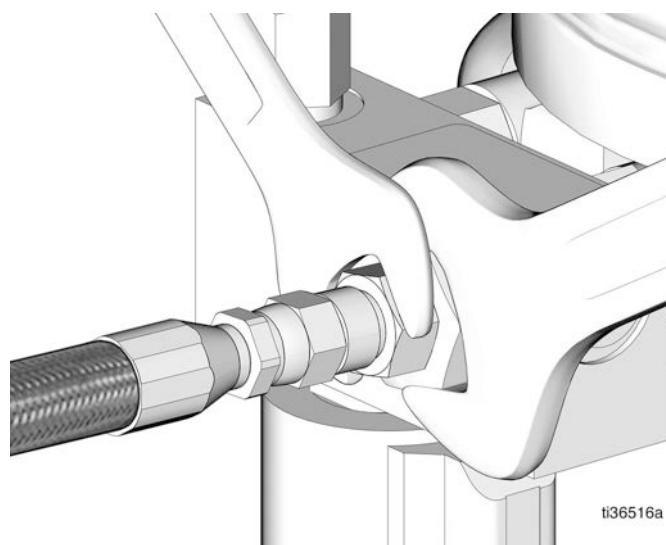

FIG. 8
10. Rebranchez la conduite principale (FIG. 8).